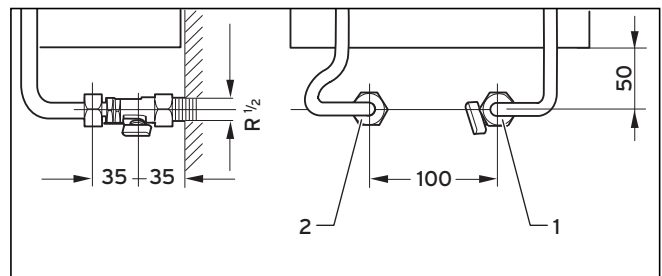

Рис. 5.8 Присоединительные размеры при скрытом монтаже
- Вложите прилагаемые уплотнения в накидные гайки патрубков холодной и горячей воды (1, 2), см. рис. 5.8